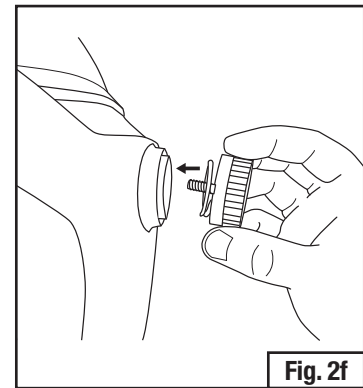

Fig. 2f
- Tenir l'écran facial et la pièce faciale en place et placer l'écran pour soudeurs par-dessus la came et les goujons de pivot. Fixer chaque côté de l'écran pour soudeurs en vissant un bouton à ressort dans une came et un goujon de pivot de chaque côté de l'écran pour soudeurs (Fig. 2f).